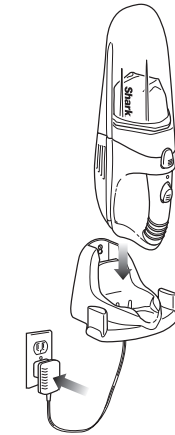
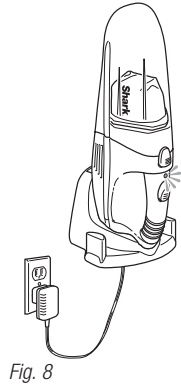

Fig. 7
Fig. 8
- 1 Plug the charger into the wall outlet. Place the unit in the charging base. The charging indicator light will illuminate to show that the vacuum is being charged. **(fig. 7, fig. 8)**
- 1 Branchez le chargeur dans une prise électrique murale. Placez l'appareil sur le socle de chargement. Le témoin de chargement s'allumera pour indiquer que l'aspirateur est en mode de chargement. **(fig. 7, fig. 8)**
- 1 Enchufe el adaptador al tomacorriente. Coloque la unidad sobre el soporte de carga. La luz indicadora de carga se encenderá indicando que la aspiradora se está cargando. **(fig. 7, fig. 8)**